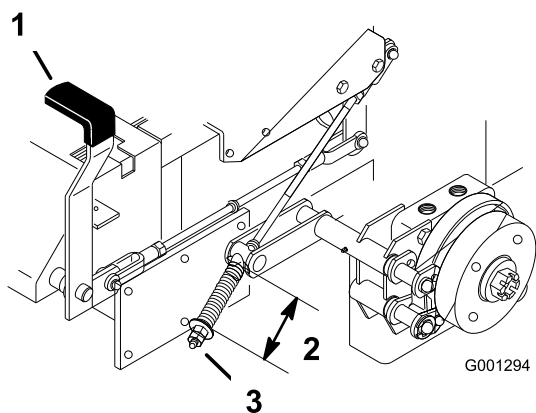

Figure 80
2. Mesurez la longueur du ressort (Figure 80).
3. Si un réglage est requis, desserrez le frein de stationnement, desserrez l'écrou de blocage situé sous le ressort et réglez l'écrou directement au-dessous du ressort (Figure 80).